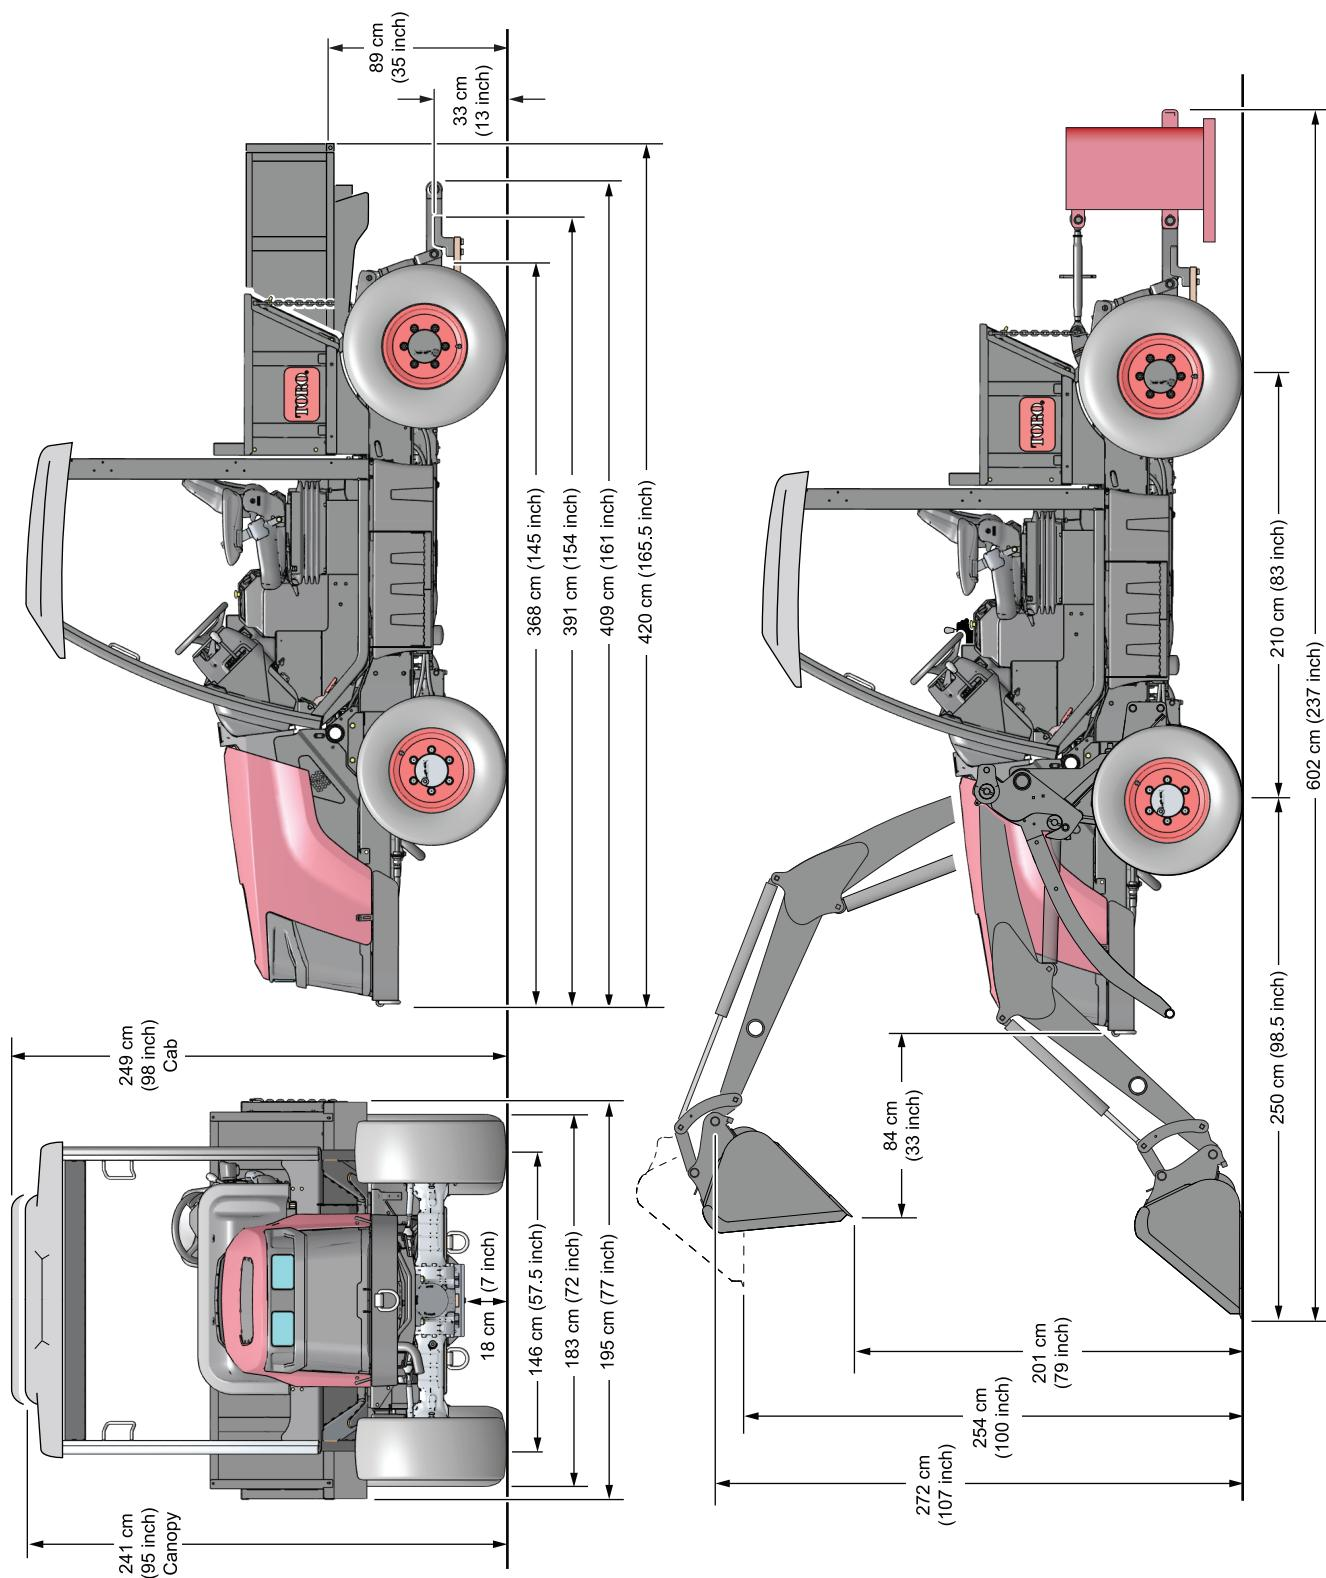

图 16
- ・ 車両の全体寸法については図 16を参照してください。